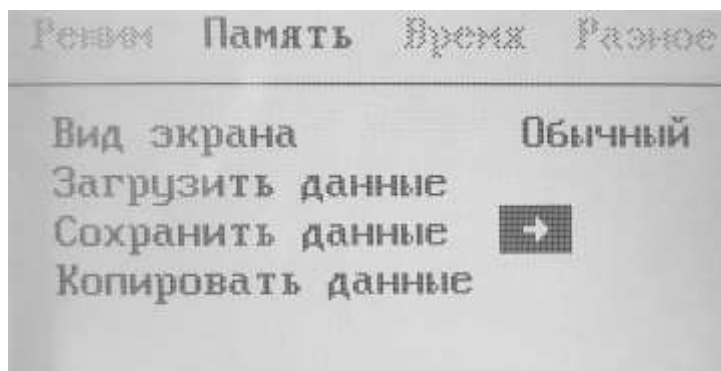

Рис. 23
- активизировать строку «Сохранить данные» и нажать кнопку «▶» (рис. 23).